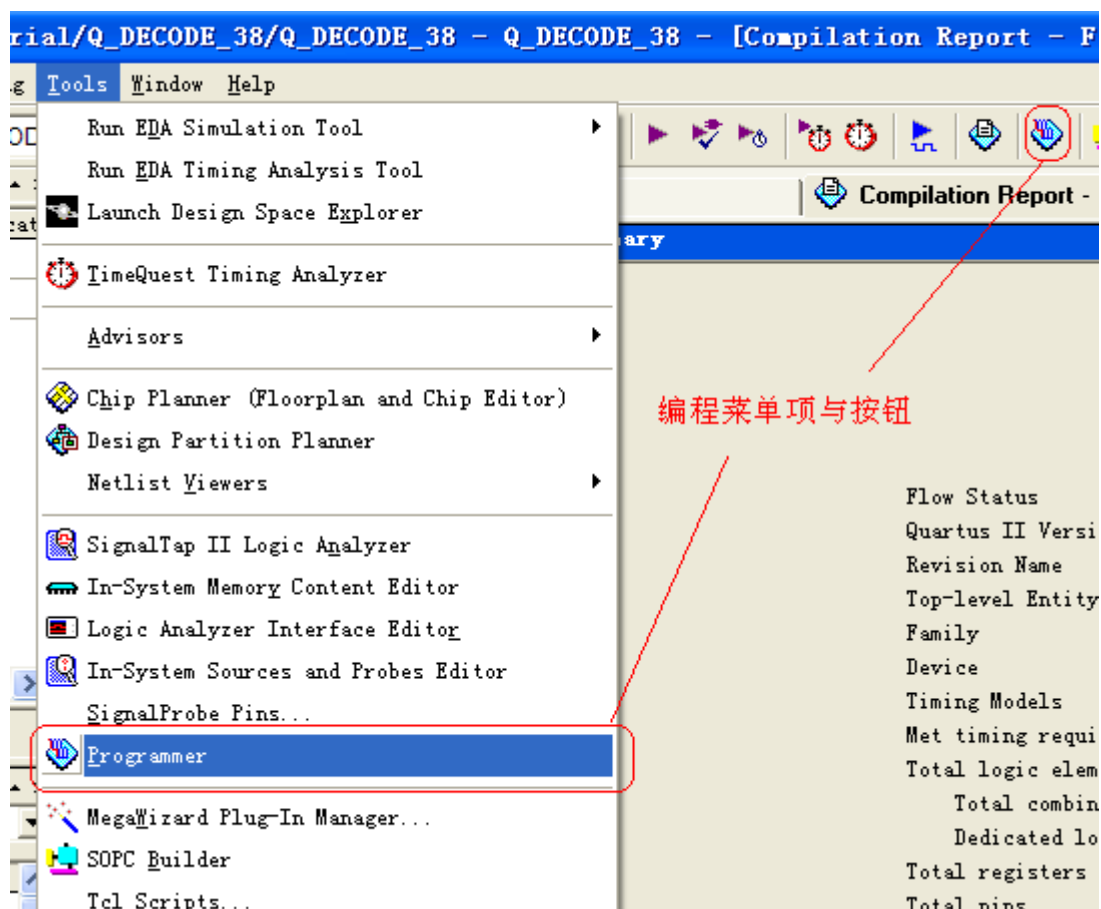

图 2-22 编程菜单项和编程按钮
17. 将设计下载在 FPGA 中。点击菜单项 Tools->Programmer 或者点击图标  打开程序下载环境，如图 2-22 所示。